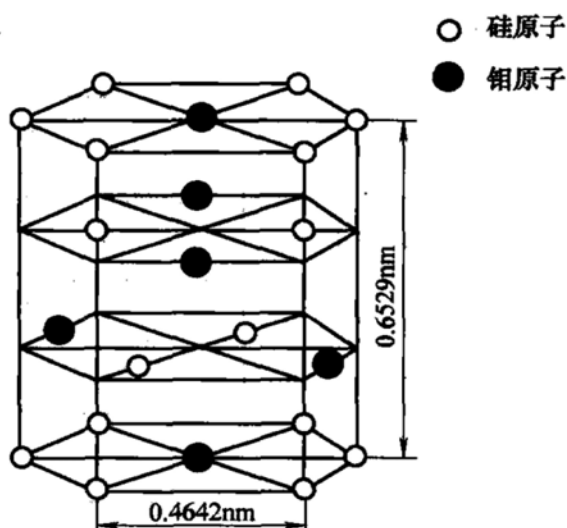
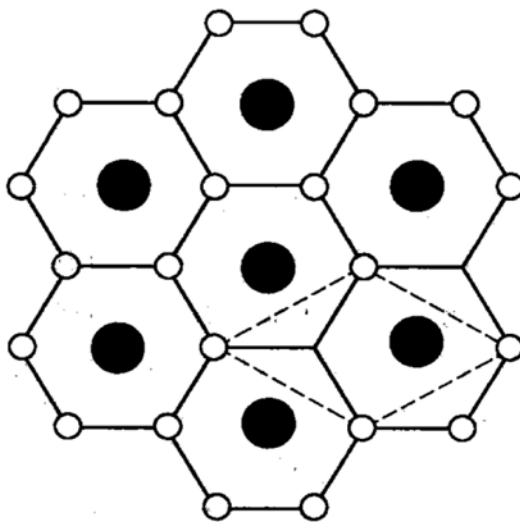

图 2-1 第一题第 1 小题图
图 2-3 第一题第 1 小题解答图
1. 某著作中给出六方点阵 MoSi_2 的错误晶胞如图 2-1 所示。指出其错误所在，画出一个正确的六方晶胞，并给出 a 、 c 点阵常数的数值。
1. 图 2-1 中钼原子与硅原子所示位置为非等同点，不符合节点选取的规则。图 2-3 中虚线所示为正确的六方晶胞的 (001) 面。